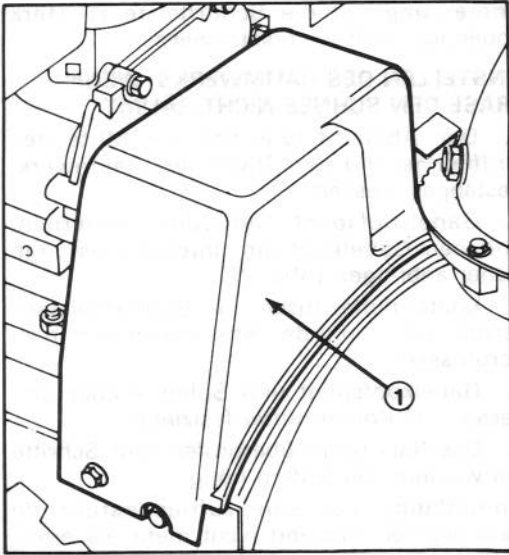

Abbildung 23
2. Die beiden Blechschrauben des Riemenschutzes entfernen und den Riemenchutz abnehmen (Abb. 23).
3. Den Räumwerk-/Antriebsriemen von der Motorriemenscheibe und von der großen Räumwerk-/Gebläse-Riemenscheibe abnehmen (Abb. 23).
2. Die beiden Blechschrauben des Riemenschutzes entfernen und den Riemenschutz abnehmen (Abb. 23).